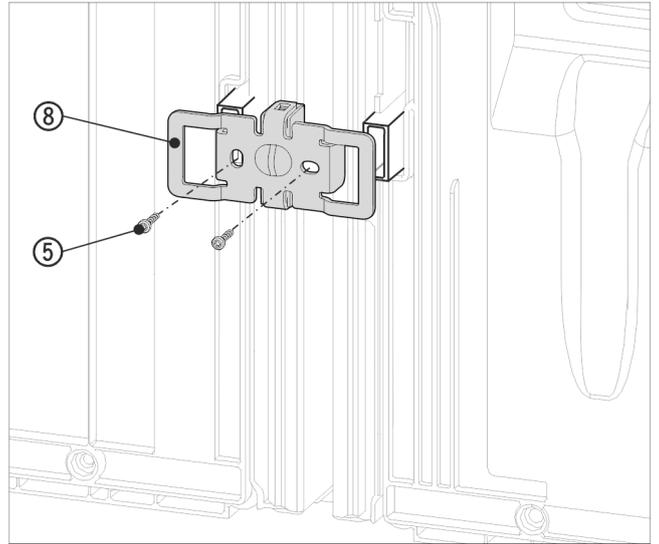

Fig. 18 Representación a modo de ejemplo
- ▶ Vuelva a deslizar la escuadra Fig. 18 (8) introduciendo las entalladuras en el alojamiento de los distanciadores de pared.
- ▶ Atorníllela firmemente con los 2 tornillos Fig. 18 (5).